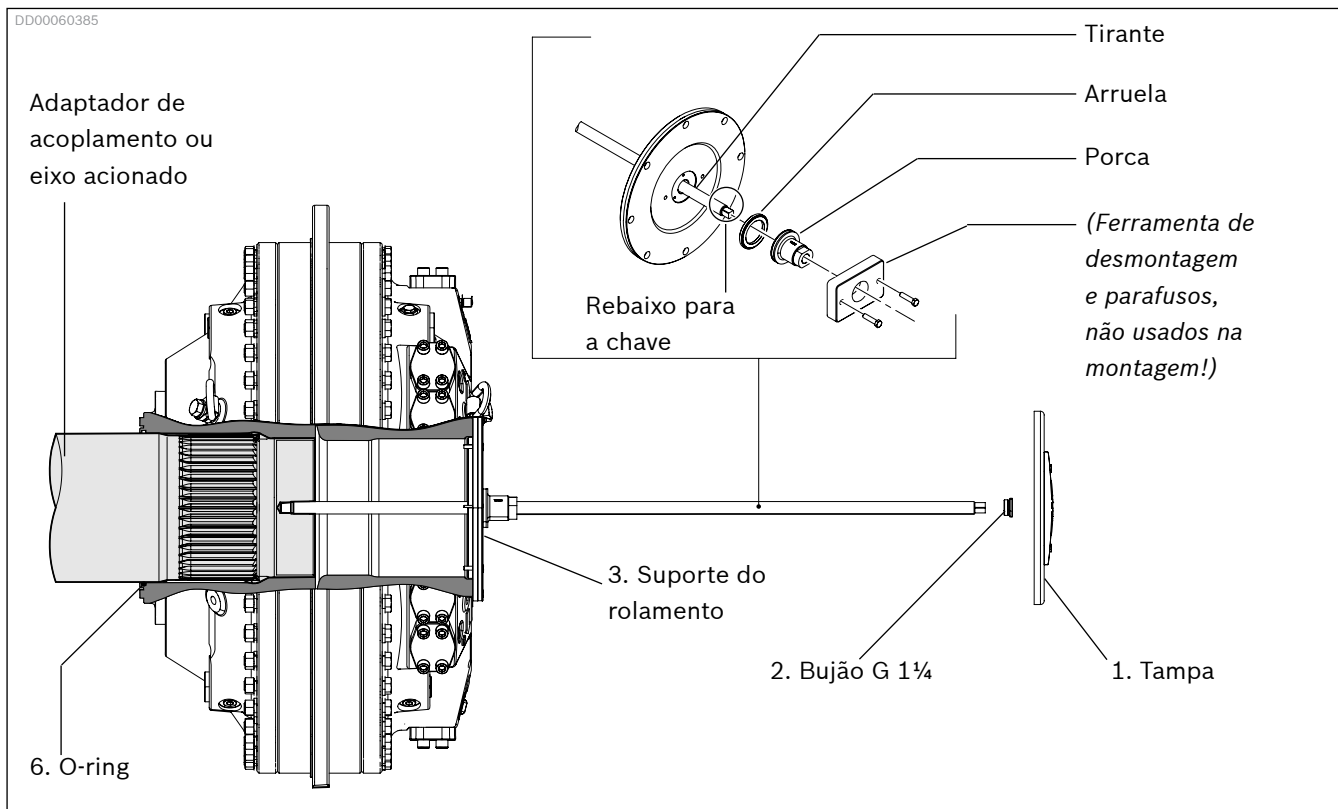
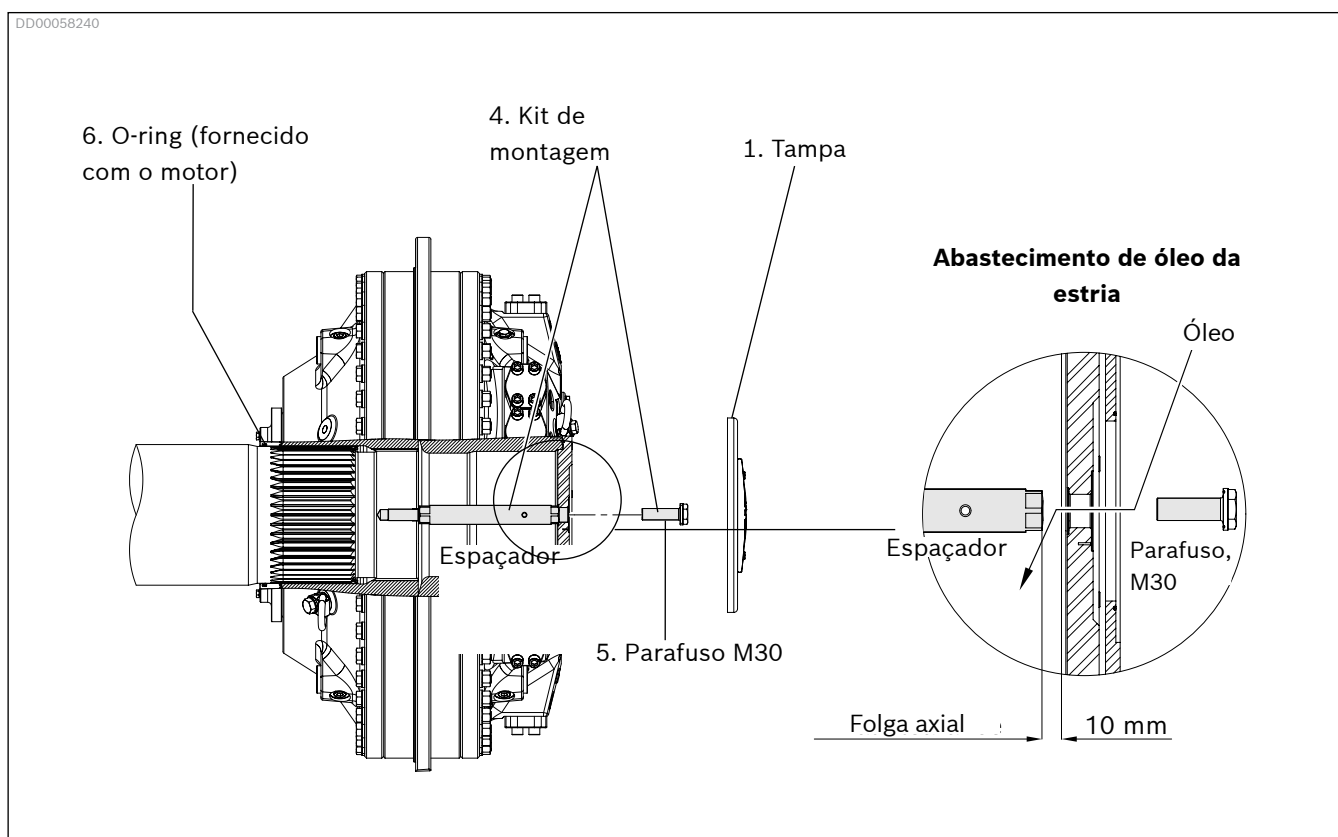
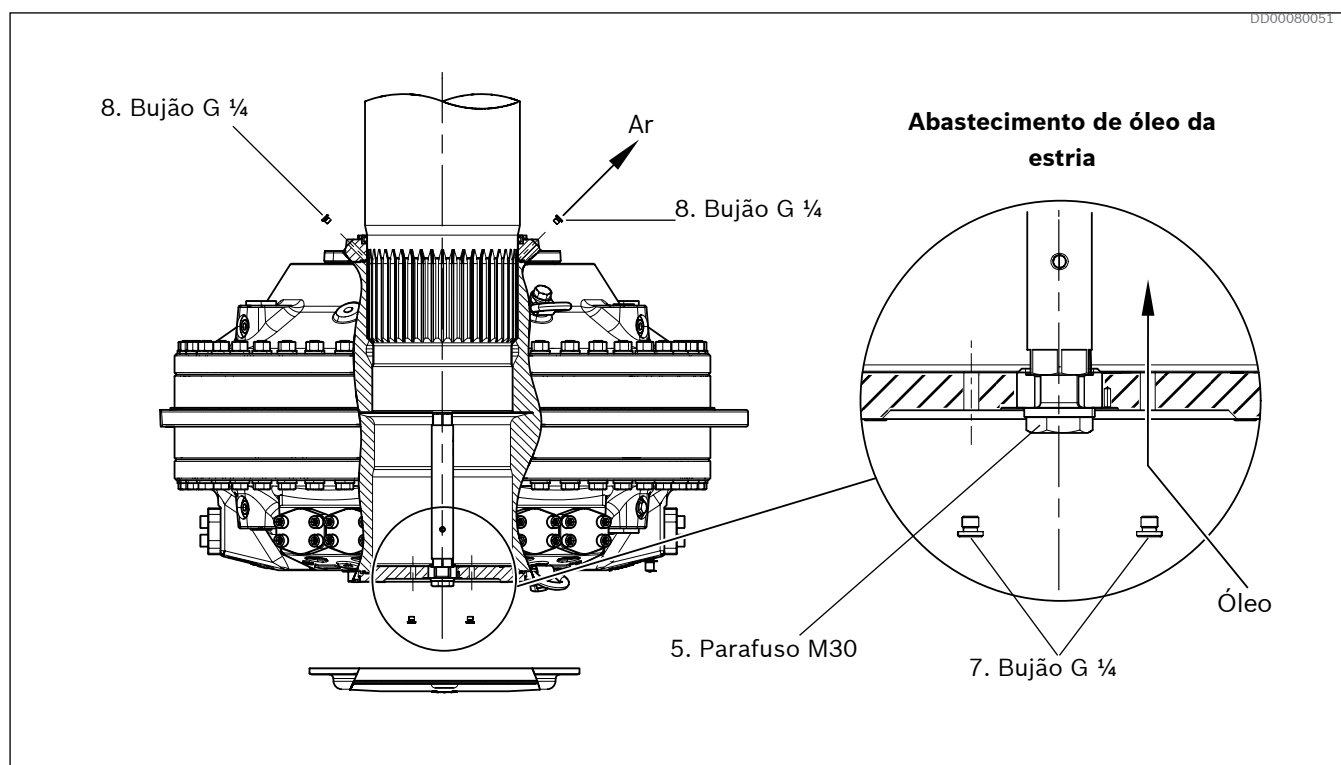

Fig. 46: Montagem do motor com estria com a ferramenta de montagem
Fig. 47: Fixação do motor com estria com o kit de montagem, montagem horizontal
Fig. 49: Montagem vertical do motor com estria
Esta instrução está relacionada às imagens *Fig. 46*, *Fig. 47* e *Fig. 49*.
4. Remova a tampa (1) juntamente com os parafusos e arruelas.
7. Instale a ferramenta de montagem por meio de passar o tirante através do centro do motor e aparafusá-lo no eixo acionado com uma chave no rebaixo para a chave existente na extremidade da ferramenta de montagem. Instale a arruela e depois a porca firmemente no suporte do rolamento (3).
11. Fixe o motor ao eixo acionado por meio do kit de montagem (4): Monte a ferramenta de alinhamento de estria novamente. Aplique torque de 1.840 Nm (1.357 lbf·ft) no espaçador.
12. Monte o suporte do rolamento novamente (3). Torque 80 Nm (59 lbf·ft).
13. Adicione óleo hidráulico na rosca G 1¼. Folga axial de 10 mm [0,4 pol.] durante o abastecimento, consulte a *Fig. 47*. Volume de óleo, consulte a *Tabela 16*. Monte o parafuso M30 (5). Torque 1.840 Nm (1.357 lbf·ft).
Remova um dos dois bujões G ¼ (7) no suporte do rolamento e o bujão G ¼ (8) no retentor de vedação do lado do eixo e bombeie óleo até que saia da conexão G ¼ no retentor de vedação do lado do eixo, consulte a *Fig. 49*. Aplique torque aos bujões G ¼. Torque 30 Nm (22 lbf·ft.)
14. Monte novamente a tampa (1). Torque 200 Nm (148 lbf·ft).
2. Adicione óleo hidráulico na rosca G 1¼. Consulte a *Fig. 52* ou *Fig. 49*. Para o volume de óleo, consulte a *Tabela 16*.